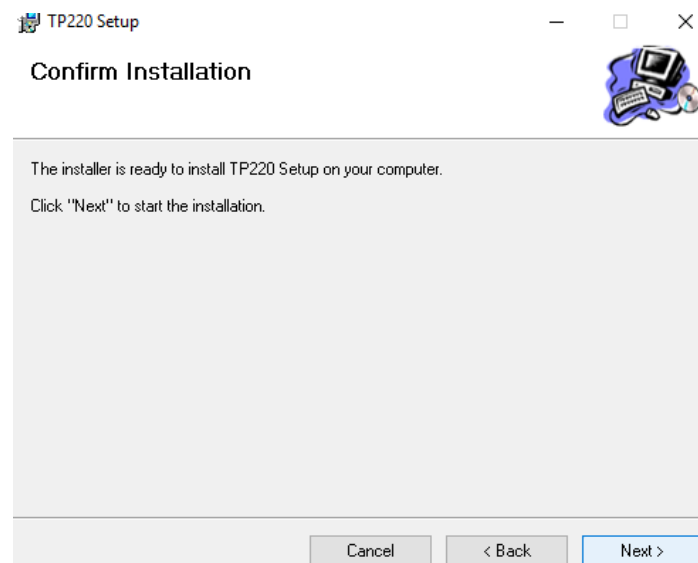

Figura 9. Confirmación de instalación de TP220.
- ✓ Se confirma la instalación pulsando siguiente (Next) ver figura 9.